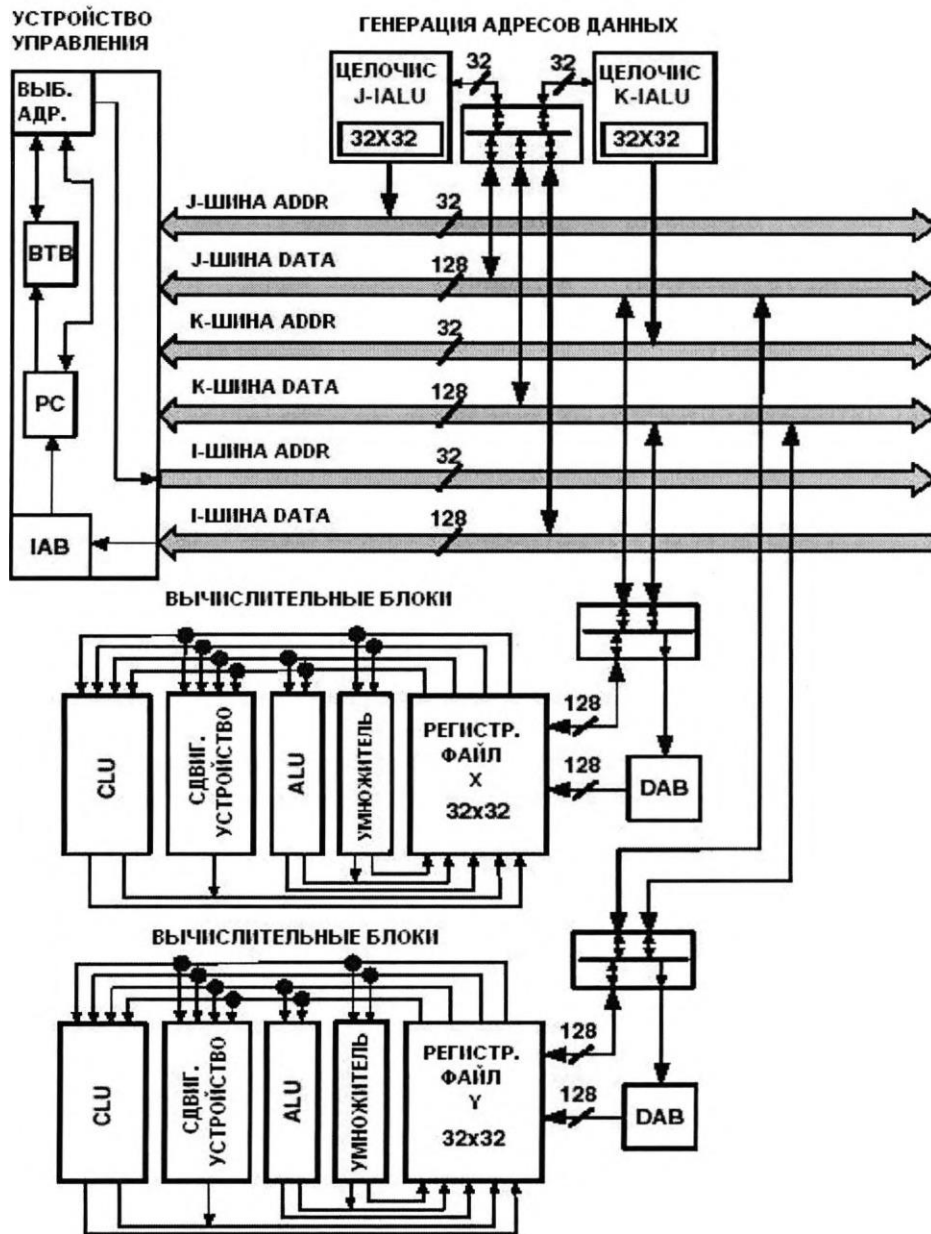

Рисунок 3 – Схема ядра процессора
- ядро процессора (рисунок 3), где исполняются команды;
В ядре процессора можно выделить пять самостоятельных функциональных модуля (рисунок 3):